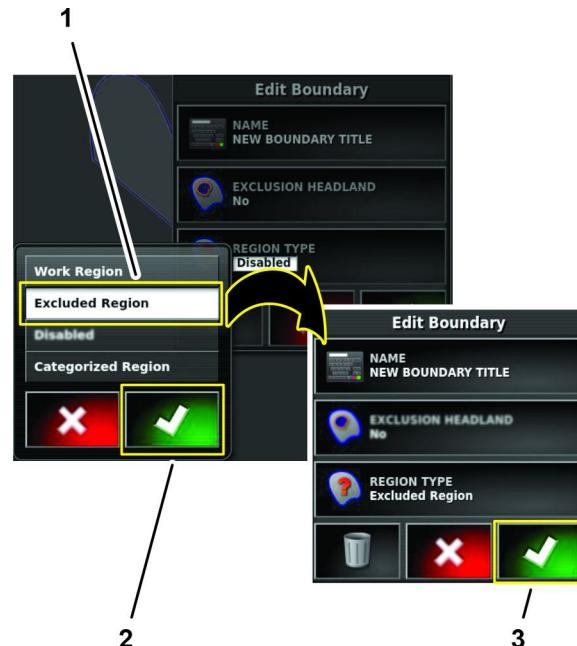

Figura 62
2. Nella finestra di dialogo Tipo di regione, premete l'Icona REGIONE ESCLUSA, quindi premete l'Icona Conferma (Figura 62).
3. Nella finestra di dialogo Modifica confini, premete l'Icona Conferma (Figura 62).